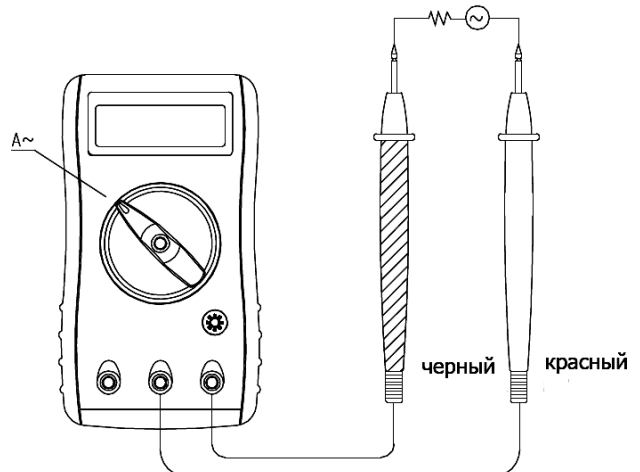

Рис.5
D. Измерение переменного тока (рис.5)**⚠ Предупреждение**